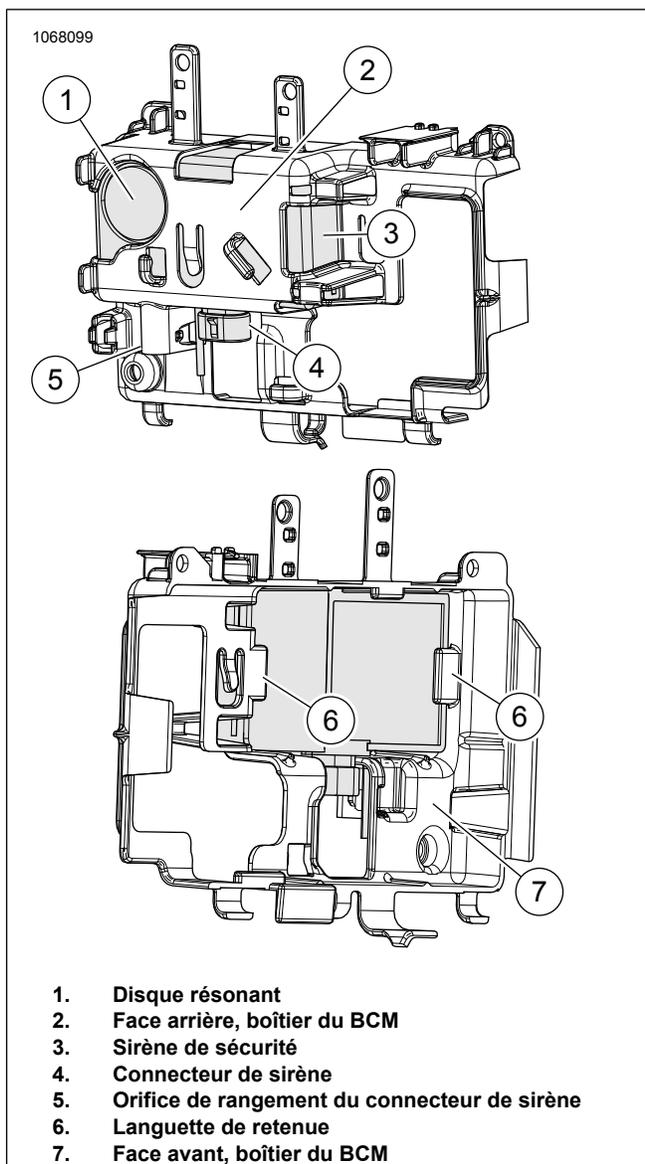

Figure 25. Modèles Softail de 2018 et plus récents
6. Voir la figure 25. Déconnecter le connecteur de la sirène de sécurité (5) à l'arrière du boîtier du BCM (2).
7. Brancher le connecteur (4).
8. Installer la sirène de sécurité à l'avant du boîtier du BCM (7).
- a. Vérifier que le disque résonant (1) fait face à l'arrière du véhicule.
- b. Placer la sirène de sécurité dans le boîtier du BCM et appuyer pour la mettre en place en verrouillant les languettes de retenue (6).